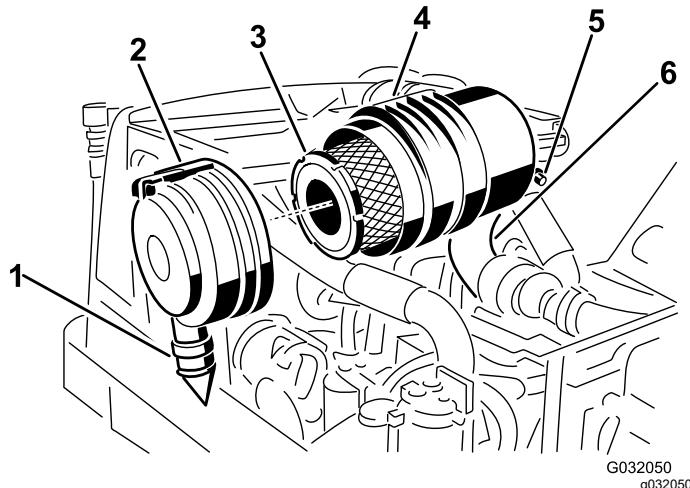

Figura 47
- Retire el filtro primario (Figura 47).
3. Cambie el filtro primario (Figura 47).
7. Instale la cubierta orientando la válvula de salida de goma hacia abajo, aproximadamente entre las posiciones de las 5 y las 7, visto desde el extremo y cierre el enganche (Figura 47).
las posiciones de las 5 y las 7, visto desde el extremo y cierre el enganche (Figura 47).